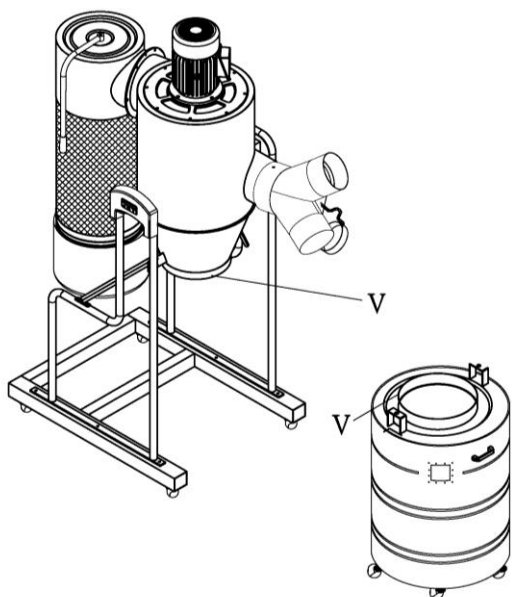

Figure 11
15. Appliquez le ruban en mousse (V) autour de l'entonnoir juste au-dessus de son coin inférieur. Voir la Figure 11. Le ruban en mousse doit entourer complètement l'entonnoir.
16. Appliquez le ruban en mousse (V) autour de la partie extérieure de l'ouverture du cylindre. La mousse doit entourer complètement le bord.